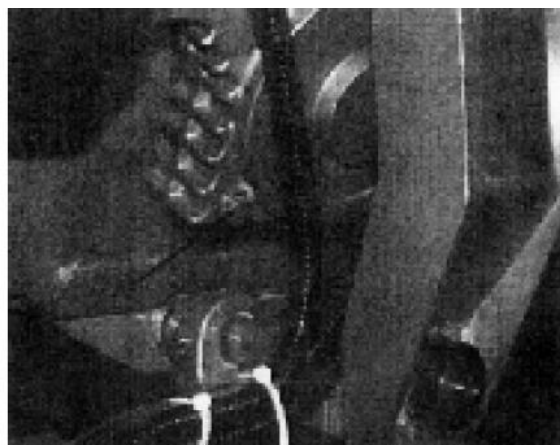

Рис. 24
4. Ослабить винт (А) и слить масло из редуктора (рис. 24).
5. Затянуть винт (А) (рис. 24) и установить пильную раму в нижнее положение.
Периодически смазывать шарнирные подшипники водоотталкивающим смазочным маслом посредством двух масленок Зерка (С) (рис. 24).